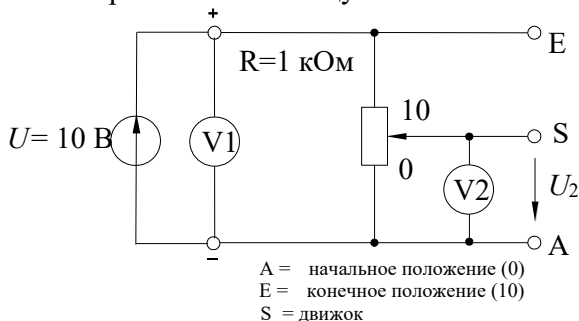

Рисунок 9 – Схема делителя напряжения в режиме холостого хода
4.1. Соберите цепь потенциометра согласно схеме (рис.9) и подайте на ее вход постоянное напряжение 10 В. Измерьте напряжения U_1 и U_2 при каждом из положений потенциометра, заданных в таблице 4 значениями угла α . Внесите все измеренные величины напряжения в таблицу 4.